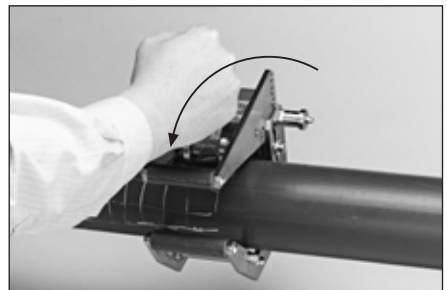

Abb. 4
- Zum Schälen des Rohres ziehen Sie den Betätigungshebel (4) in radialer Richtung (siehe Abb. 4).